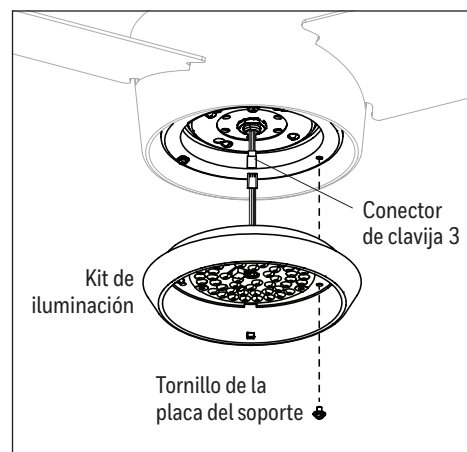

Figura 5.5
5. **Nota:** para instalar el ventilador sin el kit de iluminación, vaya a 5.9. Vuelva a colocar dos de los tres tornillos de la bandeja de luz retirados previamente en la bandeja de la luz. **Nota:** Solo apriete los tornillos hasta la mitad. Luego, enchufe los conectores de clavija 3 de la placa del soporte a los conectores de clavija 3 del kit de iluminación. Alinee los orificios ranurados del kit de iluminación con los tornillos sueltos de la placa de soporte. Gire el kit de iluminación en dirección de las manecillas del reloj y vuelva a colocar el tornillo de la placa de soporte que se retiró anteriormente. Apriete todos los tornillos (Figura 5.5).